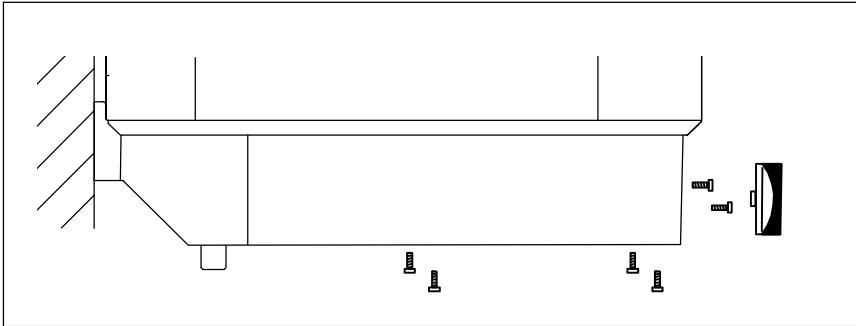

Рис. 8
- Снять ручку выбора температуры (см.рис.8), вывинтить винты и снять нижний чехол.